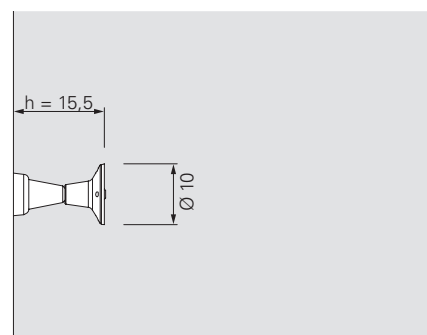

Fig. A5.04a
1. Avvitare fino in fondo il cono con vite-2 M24/DW20 (**21**) nella piastra filettata DW20 (**20**). (Fig. A5.04a)
Profondità di ancoraggio $h = 15,5$ cm. (Fig. A5.04a)